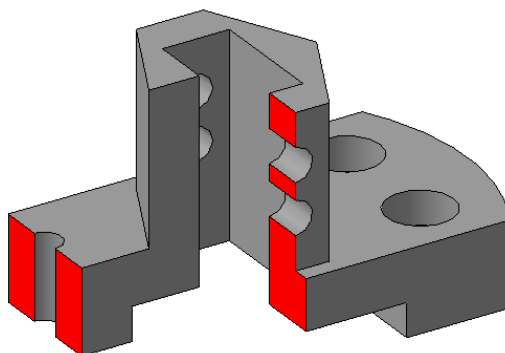

Рисунок 2.5 – Разрез Б–Б модели детали
3. На месте вида слева выполните ступенчатый разрез Б–Б (Рисунок 2.5, 2.6). Так как положение секущих плоскостей обозначено на виде сверху, то результат разреза Б–Б будет повернут на 90° . При расположении разреза на месте вида слева, над изображением необходимо указать знак "повернуто" – \ominus .